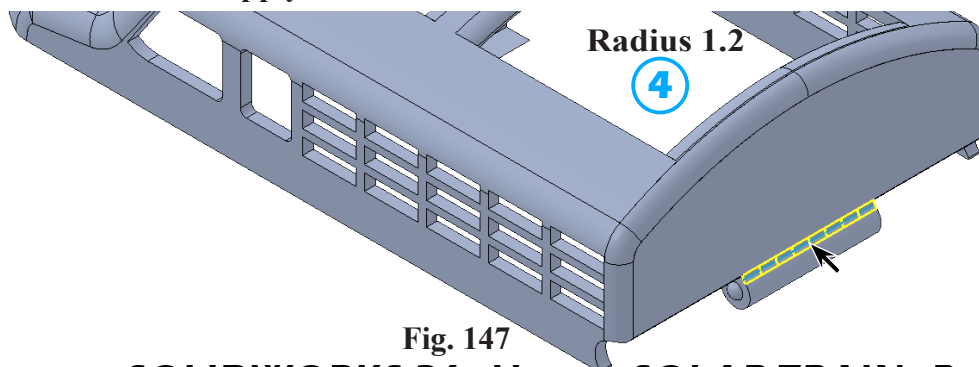

Fig. 147
④ Radius  1.2
click edge top of hinge (1), Fig. 147